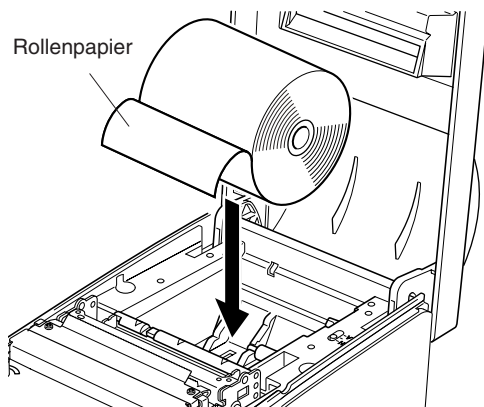

Abb. 5-5 Einlegen von Papier
- ④ Unter Beachtung der Richtung des Rollenpapiers das Rollenpapier in die Vertiefung setzen, wie in Abbildung 5-5 gezeigt.
- ⑤ Die Kante des Papiers in den Papiereinzug (schwarzes Plastikteil) setzen. Wenn richtig eingesetzt, läuft die Kante des Papiers durch den Papierauslauf.
- ⑥ Führen Sie die Oberkante des Papiers in den Abreißkantenschlitz ein, und bringen dann die Abdeckung an, indem Sie die Prozedur zum Öffnen der Frontabdeckung (Schritt ①) oben in umgekehrter Reihenfolge ausführen.